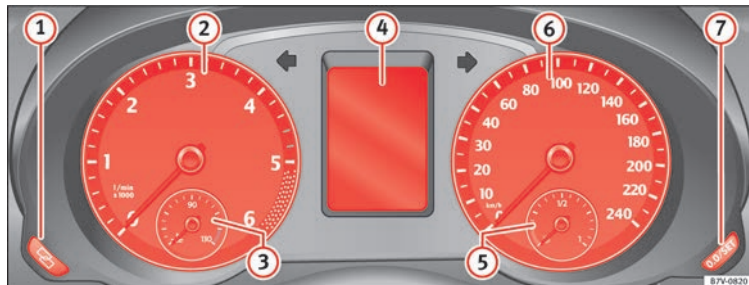

Fig. 119 Kombiinstrumentets display i instrumentpanelet
Supplerende informationer vedr. instrumenterne » **Fig. 119**:
① Indstillingsknap til uret¹⁾
- Tryk på knappen  » **Fig. 119** ⑦ for yderligere indstillinger. Hold knappen inde for at bladere hurtigt.
② Omdrejningstæller (motorens omdrejninger x 1000 pr. minut)
Omdrejningstælleren giver dig sammen med gearskifteindikatoren mulighed for, at køre bilens motor i et mere egnet omdrejningsområde. Begyndelsen af det røde område » **Fig. 119** markerer det maksimalt tilladte motoromdrejningstal ved driftstemperatur. Inden du når dette område, bør du skifte til næste højere gear, vælge gearvælgerposition **D** eller flytte foden fra speederen » ①. Det er mest fornuftigt at undgå høje motoromdrejningstal og at orientere sig i forhold til anbefalingerne i gearskifteindikatoren. Du kan finde yderligere informationer fra » **Side 201**.
③ Termometer til motorkølevæske » **Side 279**
④ Displayvisninger » **Side 107**
⑤ Tankmåler » **Side 265**
⑥ Speedometer
⑦ Nulstillingsknap til triptælleren (**trip**)
I kombiinstrumentets display » **Fig. 119** ④ kan der alt efter bilens udstyr blive vist forskellige informationer:
Tidspunktet for næste service vises i kombiinstrumentets display »» Fig. 119 ④.